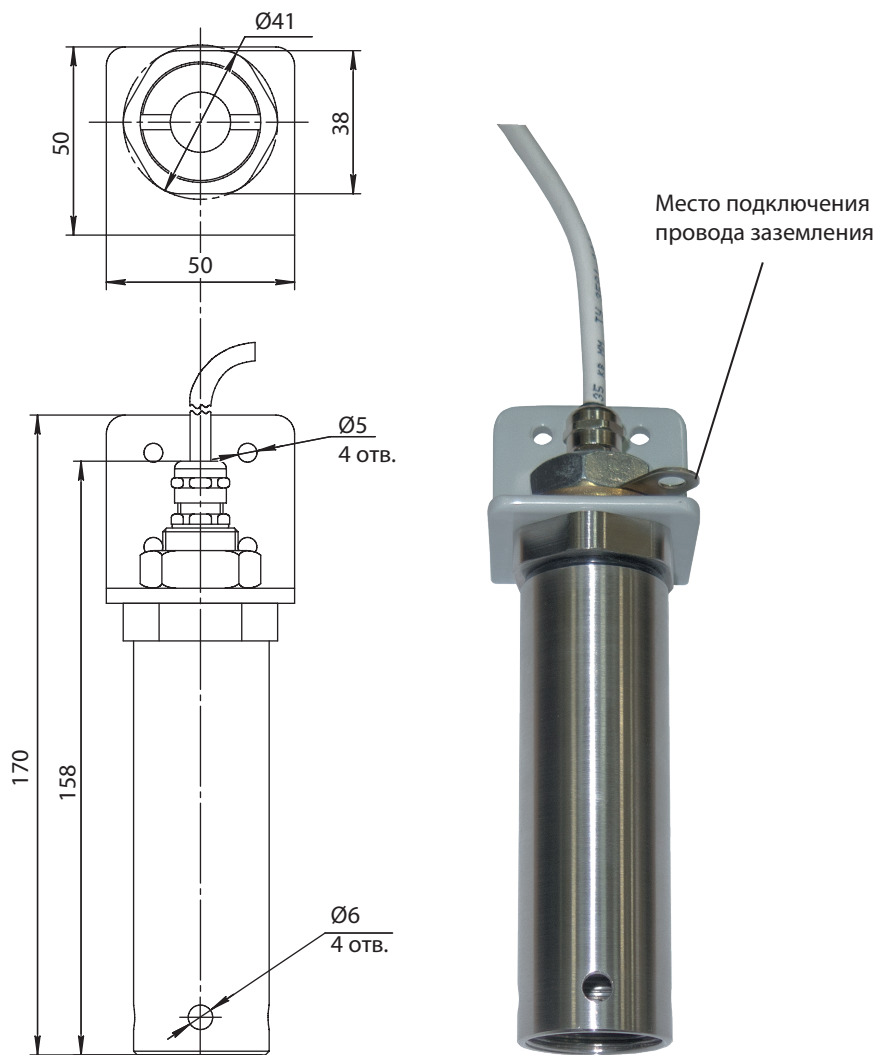

Рис.5. Габаритный чертеж "Сенсон-СД-7031"
3. Установите ГС в выбранном месте. ГС необходимо располагать так, чтобы интерфейсный модуль с ИСМ был направлен вертикально вниз. Это препятствует попаданию влаги, пыли и посторонних предметов на фильтр газоанализатора. Наиболее простой способ монтажа – крепление к стене на кронштейне (рис.5).
5. Подключите провод заземления к кольцу заземления (см. рис.5). Рекомендуем провод заземления опрессовать кабельным наконечником с круглым отверстием под винт.